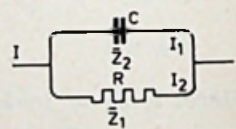

Fig. 22
5. Wisselstroomketen met een parallelschakeling van een zuivere capaciteit en een ohmse weerstand (onvolkomen condensator) (fig. 22)